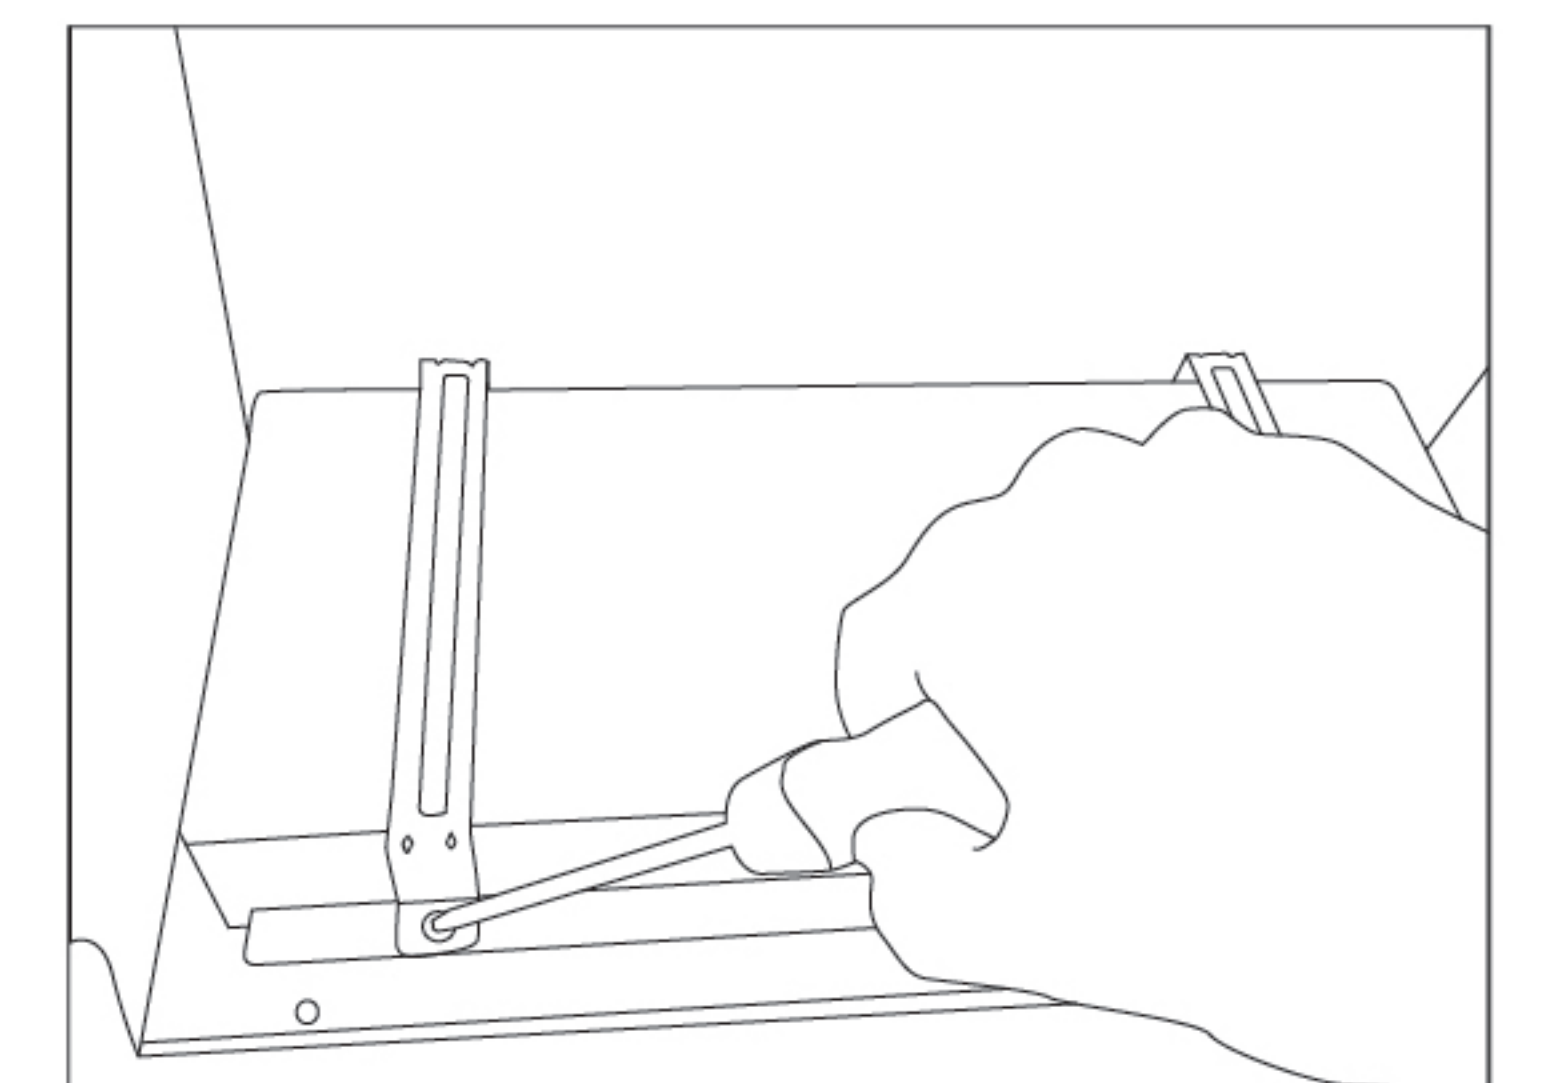

图6
3. 用十字螺丝刀松开压条的两颗螺钉，取下LED照明灯并将其更换（图6）。